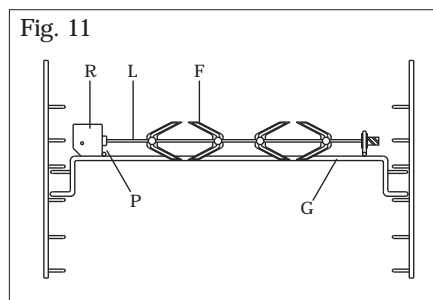

Fig. 11
- Steek de kip of het te roosteren gedeelte op het spit L en zet het stevig en goed uitgebalanceerd vast tussen de twee vorkjes F, om een onnodige overbelasting van de reductor R (fig. 11) te vermijden.
- Plaats het spit op support G, na het andere uiteinde ervan in het gat P van het motortje R (fig. 11) te hebben gestoken.